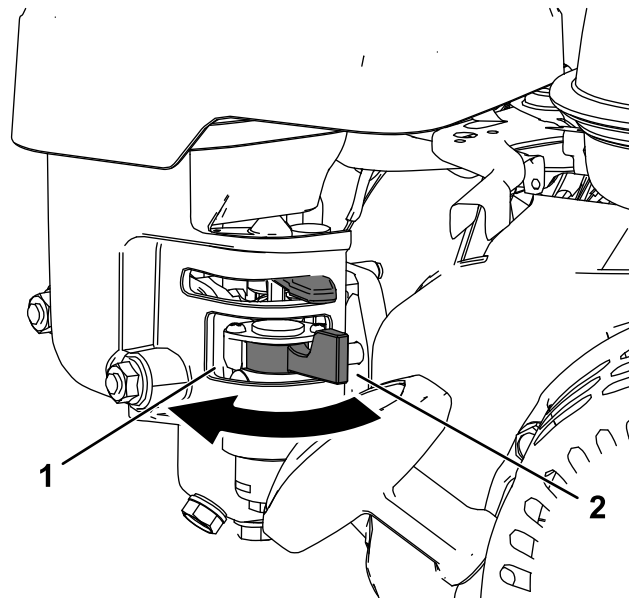

Figura 4
- Para abrir la válvula del combustible, gire la manivela de la válvula de cierre de combustible hacia el tirador del arrancador de retroceso (Figura 4)
- Para cerrar la válvula del combustible, gire la manivela de la válvula de cierre de combustible lejos del tirador del arrancador de retroceso (Figura 4)